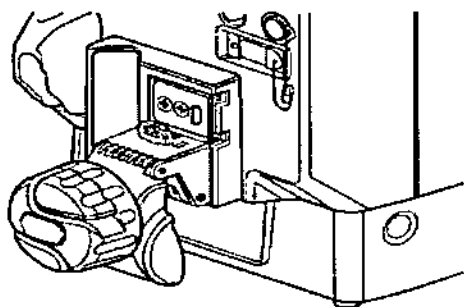

Figura 3-2 Montaje en la cabecera (horizontal)
- 1) Compruebe que el soporte de la pinza esté en la posición correspondiente para el montaje en la cabecera o en otros usos horizontales, como se ilustra en la Figura 3-2. Si se encuentra en la posición correcta, continúe con el paso 2, de lo contrario, consulte "Cambio de orientación del soporte de montaje" (sólo para bombas de un solo canal)